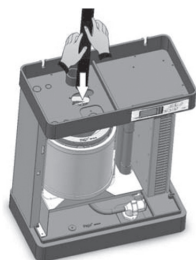

рис. 13
8. Соедините паровую трубу с фланцевым патрубком цилиндра, закрепив ее соответствующим хомутом, поставляемым в комплекте (рис. 13, 14 и 15).